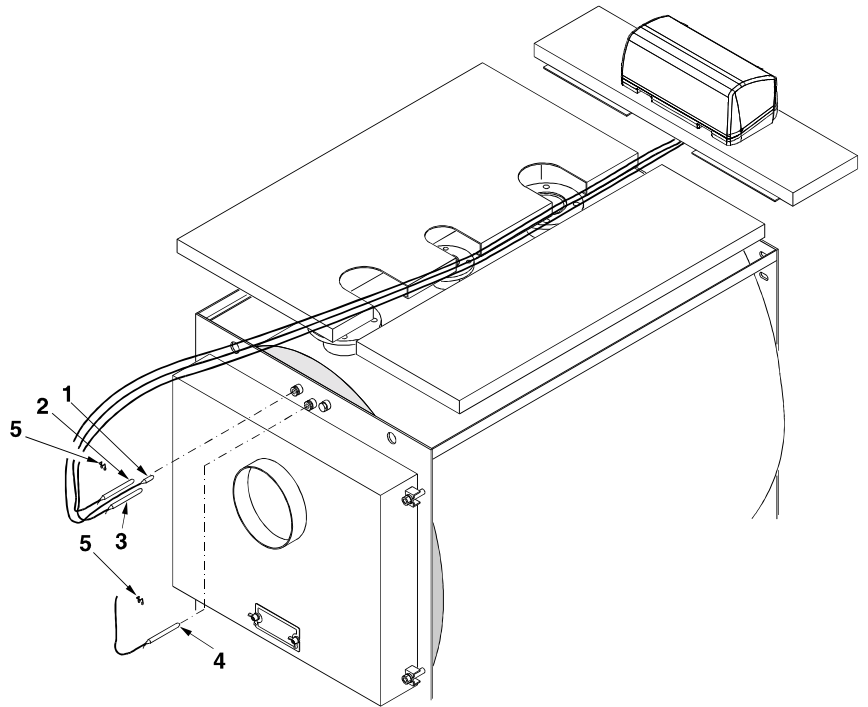

fig. 25
Beteckningar, se fig. 25 och 27
- A) Passa in isoleringsmattan (1) runt pannkroppen och fäst den på plats med medleverade elastiska spännband (2). Se till att metallhakarna griper fast i isoleringens ytterskikt. Gör en utskärning i den övre delen av isoleringsmattan så att bulbhållaren blir lätt åtkomlig.
- B) Placera sidoplåtarna (3a, 3b och 4a, 4b) med den undre bockade kanten i de L-formade bottenprofilerna och haka fast dem i skruvarna, som är monterade i de övre profilerna. Vilken av panelerna som är avsedd för höger respektive vänster sida avgörs av urtagen för kabelgenomföring (5) vilka skall vara placerade mot framkanten.
- C) Öppna luckan till brännkammaren och montera luckisoleringsen (6) så att gång-
- D) Montera den bakre isoleringen (7) samt baksidans undre panelplåt (8).
- E) Montera baksidans övre panelplåt (9) och sätt fast plastkabelklämmorna (10) på denna.
- F) Skruva ur de två sidoskruvarna i kontrollpanelen, vänd kåpan framåt och dra kablar och kapillärer till termometer och termostater genom urtagen i kåpan botten. Montera kontrollpanelen på den övre frontpanelen (11). Montera den övre frontpanelen (11), komplett med kontrollpanel, i sidoplåtarna (3a och 4a).
- G) Montera termometer- och termostatbulberna i sina respektive hållare, se fig. 25, och anslut nätspänning, brännare, pump(ar) och eventuell annan utrustning
- till kontrollpanelen. Stäng kontrollpanelen. För in brännarens stickkontakt genom kabelgenomföringen (5) på valfri sida och klamra kabeln med medleverad klammer. Sätt fast kabelgenomföringarna (5) i sidoplåtarna (3a, 4a). Kablarna som kommer ut från pannans baksida fixeras med kabelklämmornas (15) plastskruvar.
- I) Ta bort skyddsfolien på dataskylten och etiketten avseende ventilation (14). Rengör ytan och fäst skylt och etikett vid det övre, främre hörnet på den mest tillgängliga sidan.